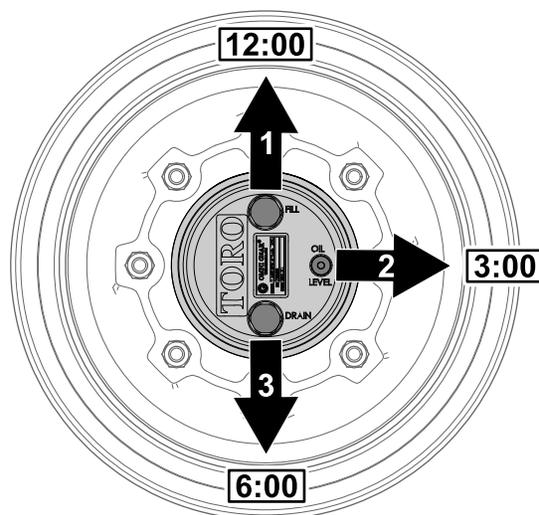

Figura 99
1. Estacione a máquina numa superfície plana, posicione a roda de forma a que o tampão de enchimento fique na posição das 12 horas, o tampão de verificação fique na posição das 3 horas e o tampão de drenagem fique na posição das 6 horas (Figura 99).
2. Retire o tampão de verificação da posição das 3 horas (Figura 99).
enchimento fique na posição das 12 horas, o tampão de verificação fique na posição das 3 horas e o tampão de drenagem fique na posição das 6 horas; consulte Figura 99 em Verificar o lubrificante da transmissão da engrenagem planetária (página 71).